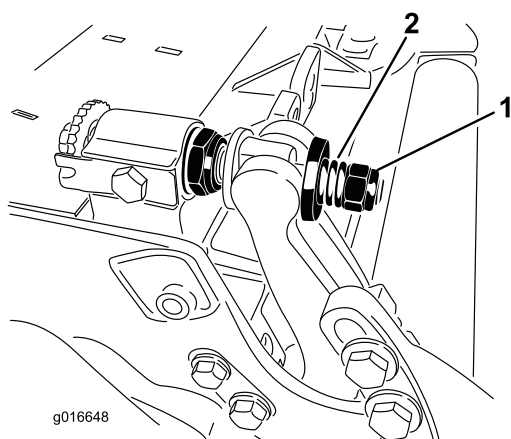

Figure 29
3. Serrez l'écrou de tension du ressort jusqu'à ce que les spires soient jointives, puis desserrez-le de 1/2 tour (Figure 29).
10. Serrez l'écrou sur chaque vis de réglage de la barre d'appui jusqu'à ce que le ressort de compression soit complètement comprimé, puis desserrez l'écrou de 1/2 tour (Figure 29).